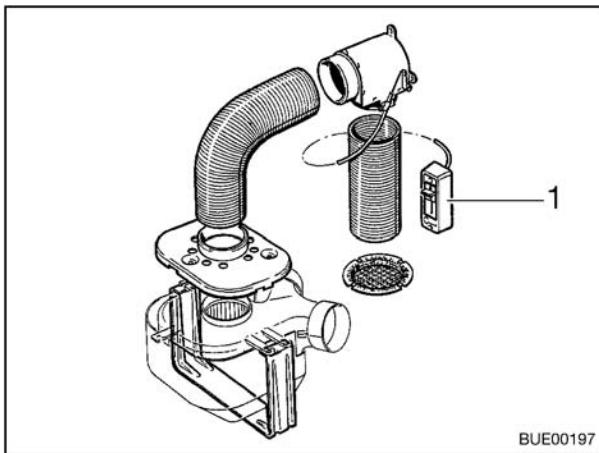

Fig. 79 Pacchetto comfort Airmix
- Mescolare l'aria esterna con l'aria già riscaldata dell'abitacolo in modo continuo impostando l'elemento di regolazione (Fig. 79,1).